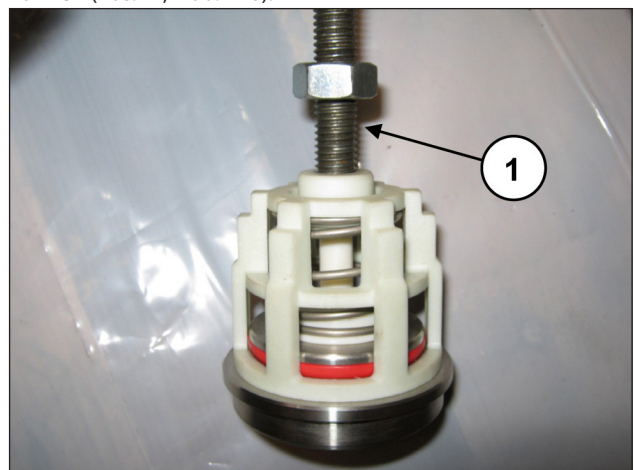

Abb. 140
Bauen Sie die Saug- und Druckventilgruppen durch Anziehen einer Schraube M10 aus, um durch Drücken auf die innere Führung die Ventilführung aus dem Ventil Sitz herausziehen zu können (Pos. ①, Abb. 140).